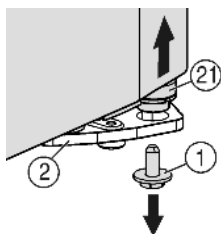
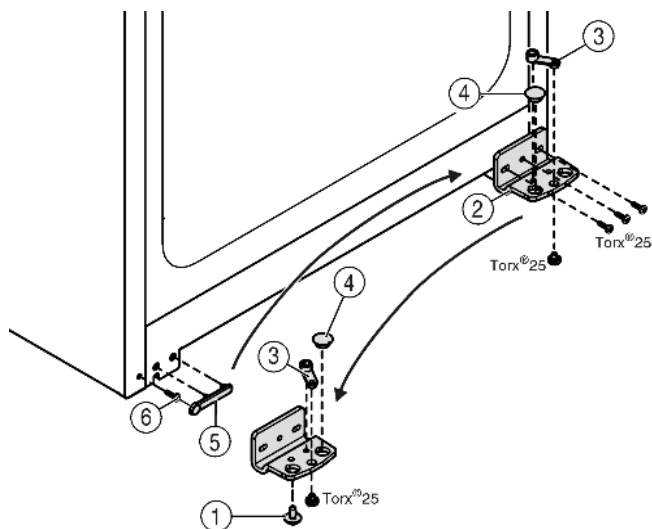

Fig. 5
Fig. 6
- Vpravo dole na stojanu ložiska vyšroubujte pojistný šroub Fig. 5 (1).
- ▷ Ložiskový čep Fig. 5 (21) se uvolní ze stojanu ložiska Fig. 6 (2).
- Pokud se ložiskový čep Fig. 5 (21) neuvolní, vytlačte čep zdola.
- Našroubujte stojan ložiska Fig. 6 (2).
- Našroubujte ložiskový díl Fig. 6 (3) a přemístěte do protilehlého upínacího otvoru stojanu ložiska, opět přišroubujte.
- Vyjměte ze stojanu ložiska zátku Fig. 6 (4) a nasadte do protilehlého upínacího otvoru stojanu ložiska.
- Opatrně zvedněte kryt Fig. 6 (5) na straně madla.
- Vyšroubujte šroub Fig. 6 (6) a na protější straně ho opět nasadte.
- Kryt Fig. 6 (5) opět nasadte.
- Přišroubujte opět stojan ložiska Fig. 6 (2) na novou stranu závěsu (silou 4 Nm), příp. pomocí akumulátorového šroubováku.
- Zašroubujte a dotáhněte pojistný šroub Fig. 5 (1) dole do ložiskového čepu (**silou 4 Nm**).